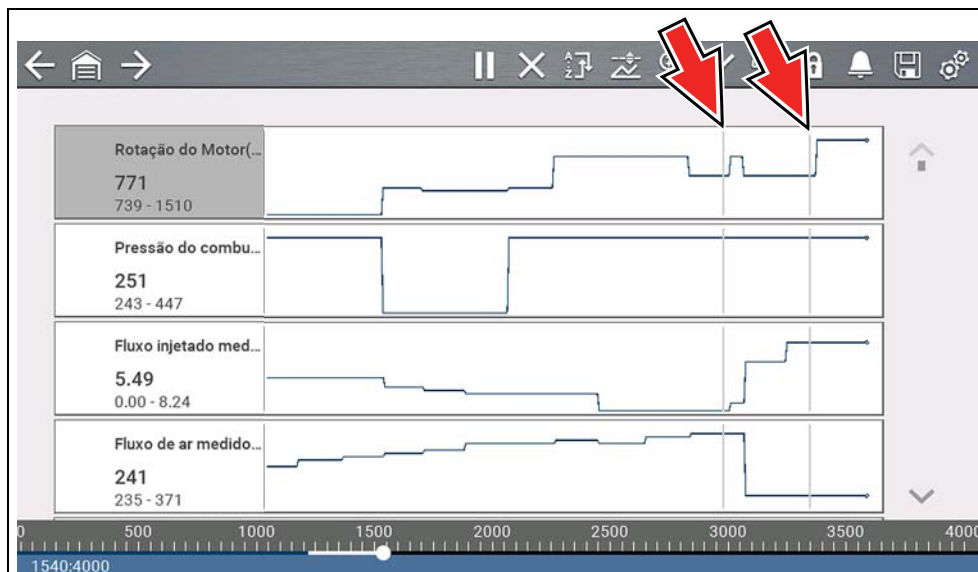

Figura 4-20
- A tela volta para os dados de exibição (*Figura 4-20*).
- Um cursor cinza vertical é exibido em todos os PIDs, indicando onde os dados foram pausados (*Figura 4-20*). Se a pausa ocorreu mais de uma vez, os cursores cinzas serão usados para cada vez.